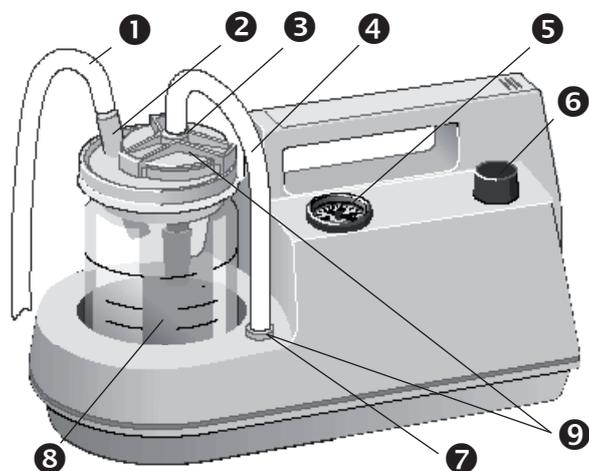

Bild 1. Atmolit 26
- ① Netzsteckeranschlussbuchse
- ② Netzschalter
- ③ Sicherung
- Setzen Sie den Saugschlauch (①, Bild 1, Seite 4) über den Anschlussstutzen (②, Bild 1, Seite 4).
- Verbinden Sie den Silikonschlauch (④, Bild 1, Seite 4) mit dem Filteranschlussstutzen (③, Bild 1, Seite 4) und dem geräteseitigen Anschlussstutzen (⑦, Bild 1, Seite 4) (grünen Signalring beachten).